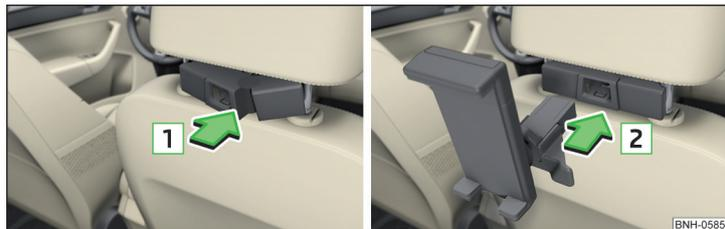

Fig. 85 Colocar adaptador / instalar soporte
- Colocar adelante el adaptador abierto en las barras-guía de los reposacabezas » fig. 85.